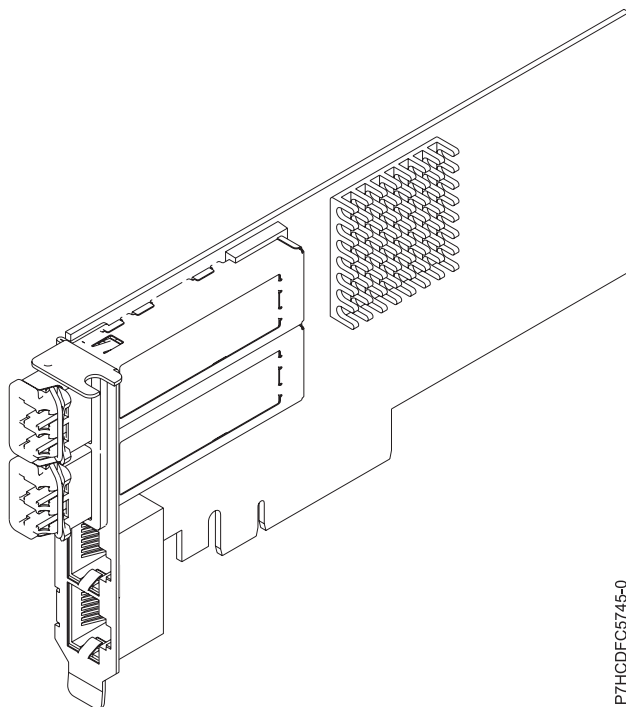

Figura 33. Adaptador FC EN0H
L'adaptador de quatre ports proporciona dos ports connectables de format petit (SFP+) FCoE SR de 10 Gb i dos ports Ethernet RJ45 d'1 Gb. Els dos ports FCoE de 10 Gb es connecten mitjançant connectors FCoE de tipus petit (LC). Cada port FCoE proporciona connectivitat Ethernet amb una velocitat nominal de dades de 10 Gbps (gigabits per segon). Cadascun dels ports d'1 Gb proporciona connectivitat d'Ethernet a una velocitat de dades d'1 Gbps i es connecta amb cables Ethernet. No s'admet una velocitat de dades de 10 Mb. La Figura 33 a la pàgina 95 mostra l'adaptador FC EN0H.